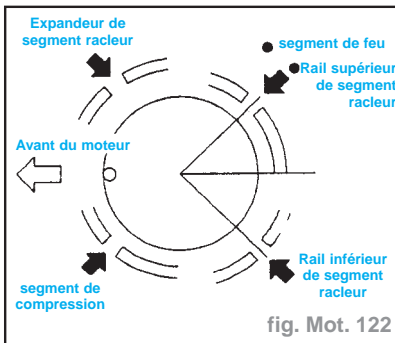

fig. Mot. 122
- Aligner les segments de piston de façon que les coupes soient positionnées comme indiqué (fig. Mot. 122).